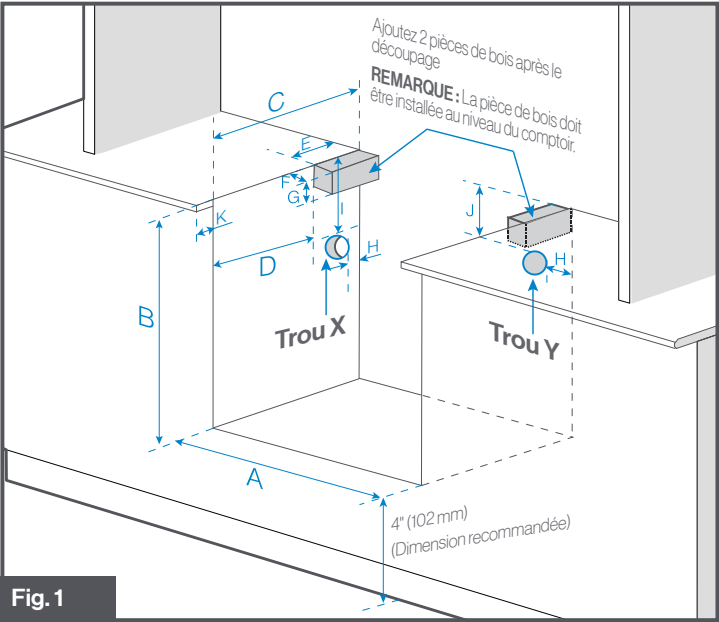
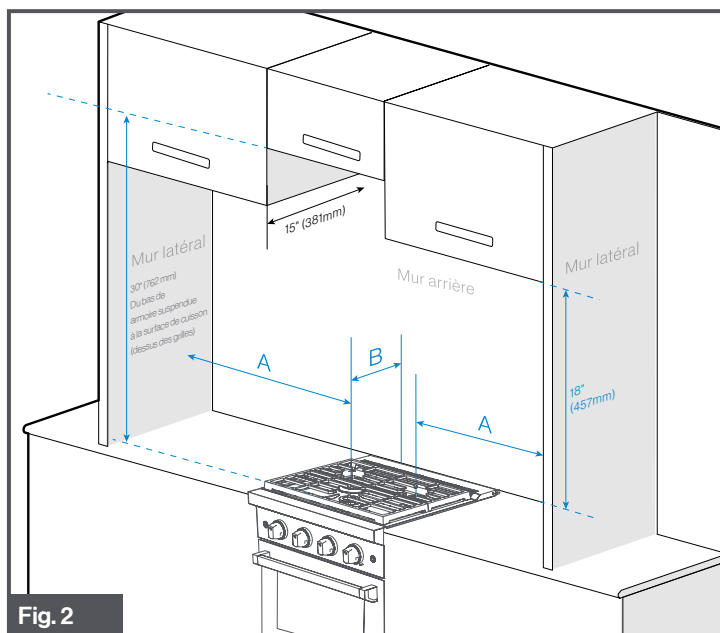
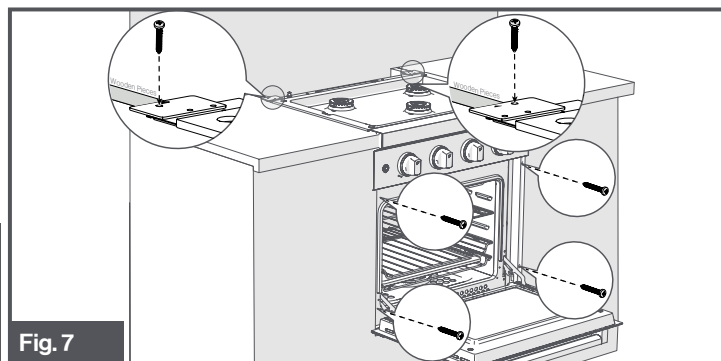

Fig. 1
Fig. 2
Fig. 7
REMARQUE : Lors de la planification de l'emplacement, tenez compte des rideaux ou autres matériaux combustibles installés autour de l'appareil afin de ne pas créer un risque d'incendie. La découpe de l'armoire doit être située en respectant le dégagement minimum par rapport aux matériaux combustibles. (Fig. 1)
La ou les distances horizontales minimales entre les côtés et l'arrière de l'appareil et les murs combustibles verticaux adjacents s'étendant au-dessus du panneau supérieur : (Fig. 2)
REMARQUE : Lorsque l'armoire a été préparée selon les dimensions indiquées ci-dessus (Fig. 1 et Fig. 2) et que la conduite de gaz est en place.
15. Ouvrez la porte du four et fixez le four en place à l'aide de quatre vis (non fournies). (Fig. 7)
16. Fixez solidement l'arrière du four sur la pièce de bois préinstallée (Fig. 1) à l'aide de deux vis (non fournies). (Fig. 7)
Alignez les flèches du panneau décoratif arrière avec les flèches des pattes de fixation arrière de la cuisinière et poussez-le contre le mur derrière la cuisinière. Utilisez 2 vis (non fournies) et fixez-les à la pièce de bois préinstallée de la Fig. 1.